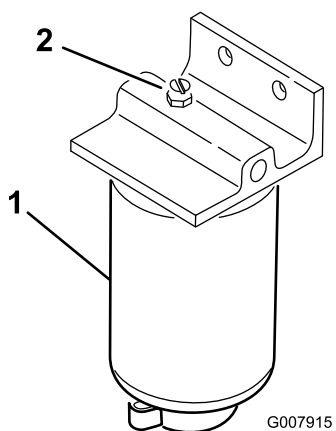

Рисунок 28
4. Откройте вентиляционную пробку топливного фильтра / водоотделителя (Рисунок 28)